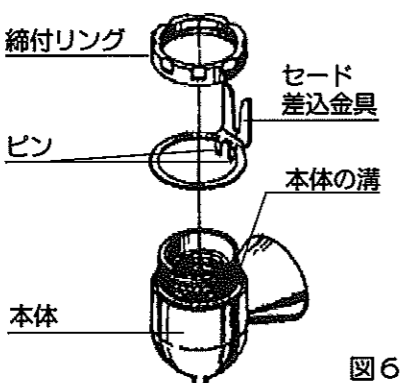

図6
5. 本体の溝にピンを合わせて差し込み、締付リングで固定してください。（図6参照）